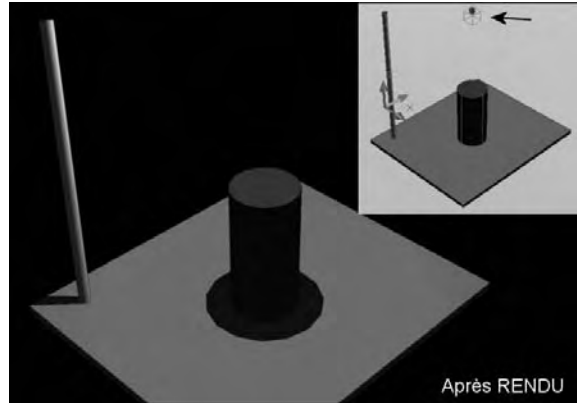

Fig.10.3
- 4 Appuyez sur ENTREE pour terminer l'opération (fig.10.3).